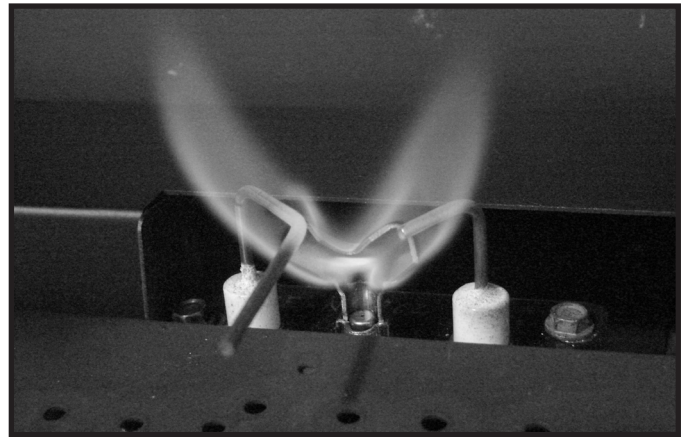

Figure 4.6 Comportement de la flamme de la veilleuse IPI
- Inspectez la qualité du comportement de la flamme de la veilleuse. Consultez la figure 4.6. pour un comportement de la flamme de la veilleuse. Nettoyez ou remplacez la tête d'injecteur à filetage mâle si nécessaire.